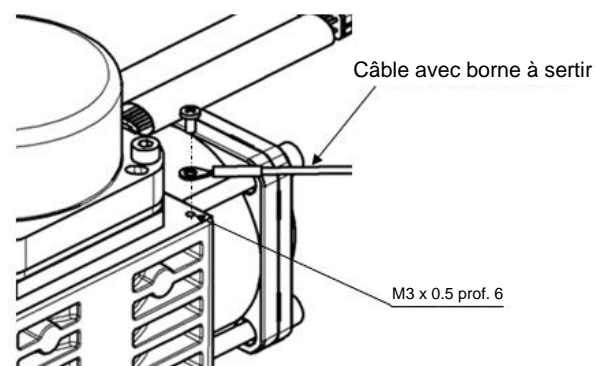

Figure 2
- Branchez le câble de mise à la terre au compresseur pour protéger le moteur sans balais des parasites électriques. Utilisez des vis M3 x 0.5. Voir Figure 2.